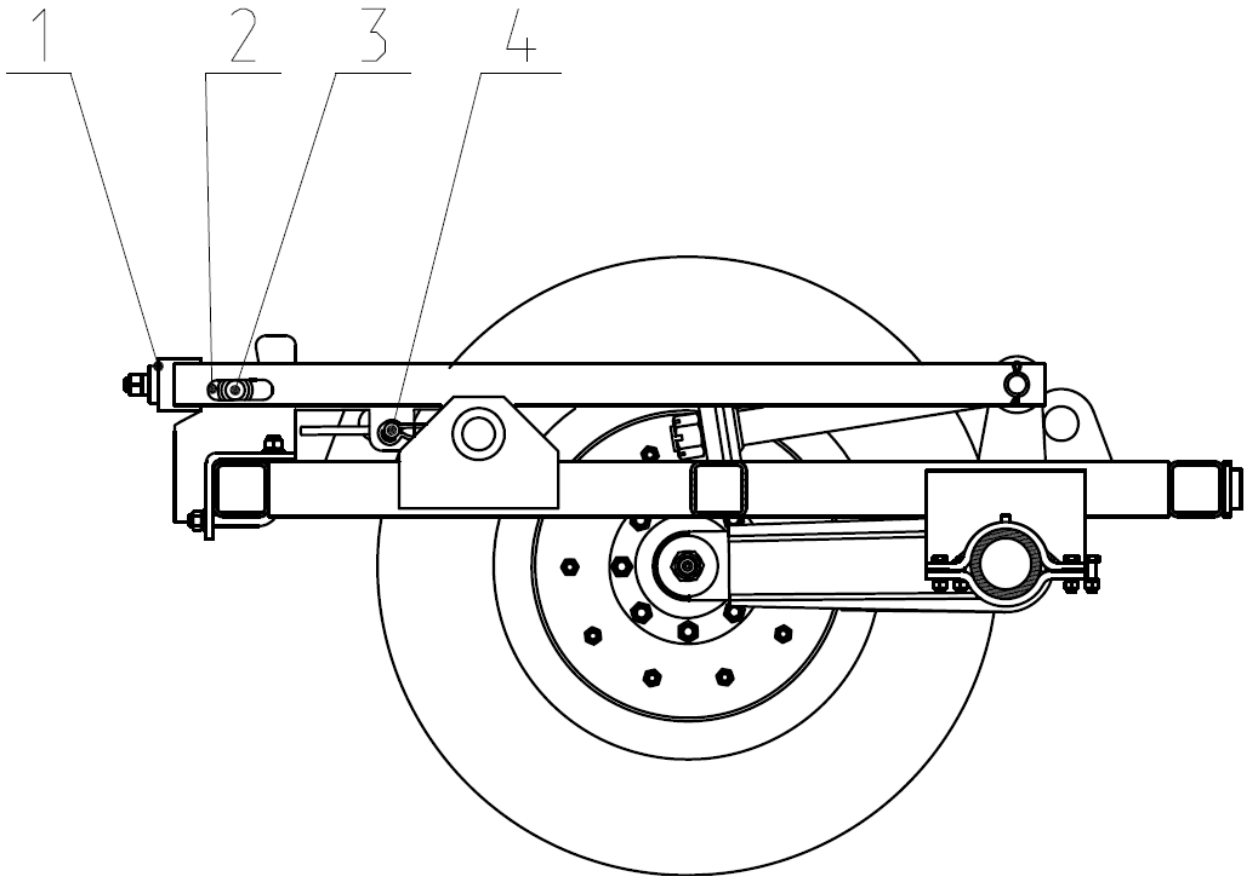

Рис.11 Положение транспортного фиксатора при работе культиватора.
2.15.3. При работе культиватора транспортный фиксатор применяется для изменения глубины хода рабочих органов (Рис.11). Вкручиванием или выкручиванием регулировочного винта 2 изменяется положение опорных колес и, тем самым, регулируется глубина хода рабочих органов.